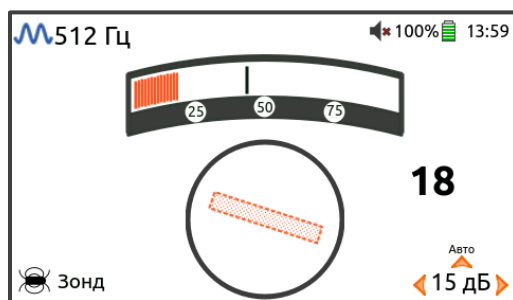

Рисунок 3.26. Приемник получает сигнал от зонда.
4. Перемещением приемника в сторону зонда получите на экране изображение указателя положения оси зонда - Рисунок 3.26.